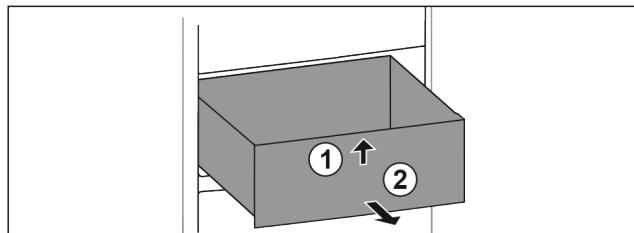

Fig. 13
- Повдигнете отпред Fig. 13 (1).
- Извадете напред Fig. 13 (2).